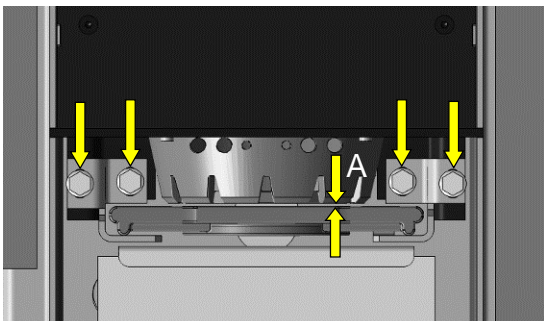

Abb. 76: Abstand Gussrost- Brennertopf
2. Prüfen Sie den vertikalen Abstand (A) zwischen Brennertopf und Gussrost (Abb. 76). Der Abstand darf nicht größer als 1 mm sein. Gegebenenfalls Spalt / Abstand einstellen. Dazu die vier mit Pfeilen markierten Schrauben lösen.